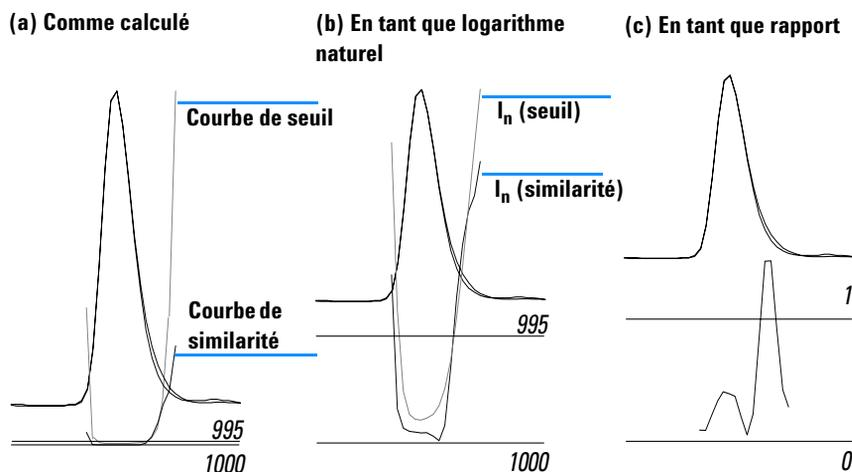

Figure 25 Courbes de similarité et de seuil,
- 1 Sans aucune transformation, voir la Figure 25 \(a\);
- 2 En tant que logarithme naturel, \ln , voir la Figure 25 \(b\), avec l'avantage de plus de détails pour le sommet du pic dans la partie inférieure du graphique;
, voir la Figure 25 \(c\).